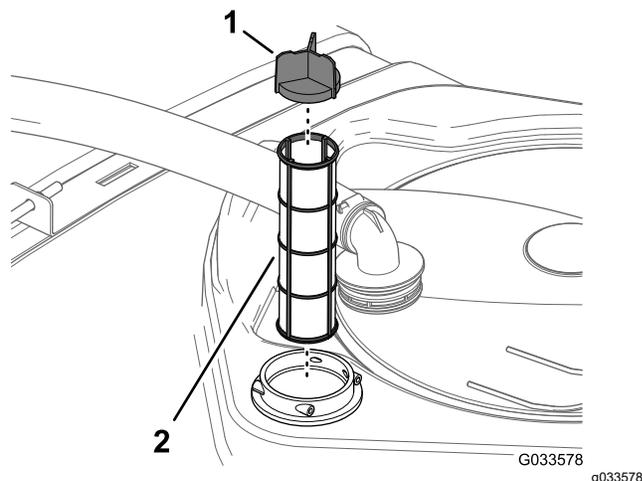

図 30
4. フィルタハウジングタンク内部からストレーナを取り出す 図 30。